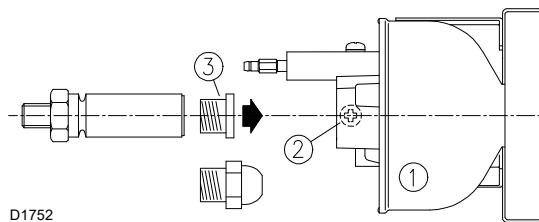

Abb. 11
- Lösen Sie die Schrauben 2) und ziehen Sie die Flammenstabilisatorgruppe 1) heraus, entfernen Sie den Plastikstopfen 3) und montieren Sie die Düse (Abb. 11).